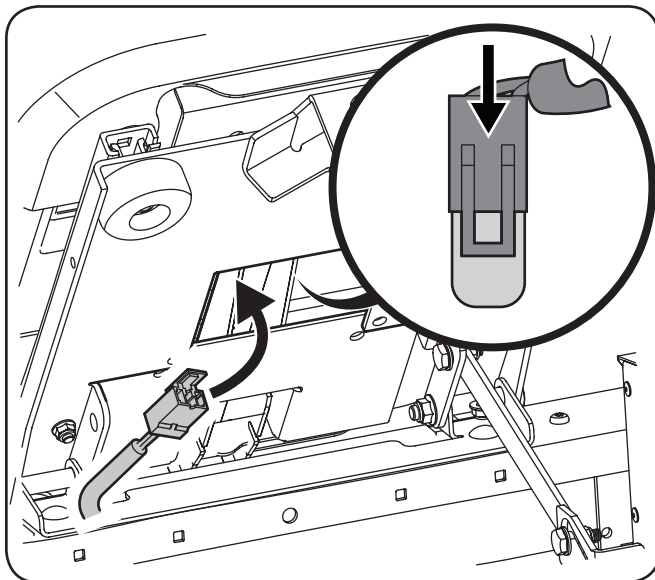

Figure 3-12
4. Insérez le câblage électrique sous le siège. Voir Figure 3-12.